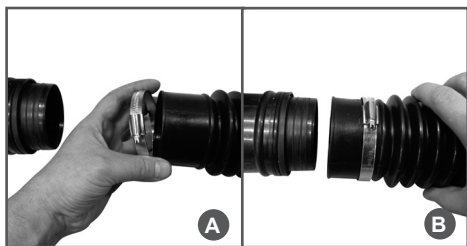

Рис. 2 Установка гибкой трубы
1. Наденьте на конец гибкой трубы с большим диаметром червячный хомут (Рис. 2А) и наденьте гибкую трубу с установленным хомутом на выходной патрубок корпуса воздуходушного устройства (Рис. 2В). Затяните хомут.